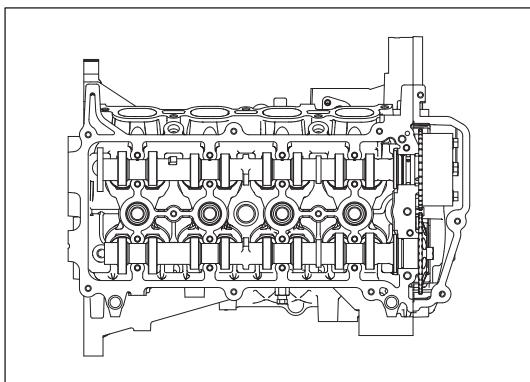

Рис. 12-2-6. Нанесение герметика в месте соединения крышки ГРМ и крышки головки блока цилиндров
- (1) Установка крышки головки блока цилиндров
- » Нанести герметик для фланцев Loctite 5699 (СМ) на места соединения крышки ГРМ, головки блока цилиндров и крышки головки блока цилиндров, как изображено на рис. 12-2-6.